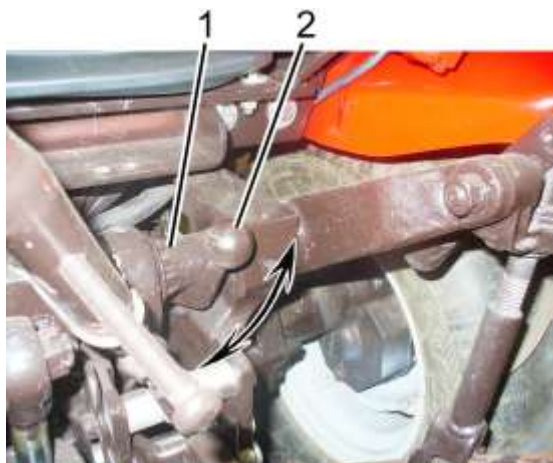

Рисунок 2.14.3 - Механизм фиксации ЗНУ
Рычаг механизма фиксации ЗНУ в транспортном положении 2 (рисунок 2.14.3) имеет два положения:
- установите рукоятку 2 (рисунок 2.14.3) в положение "ЗНУ заблокировано".
- установите рукоятку 2 (рисунок 2.14.3) в положение "ЗНУ разблокировано".